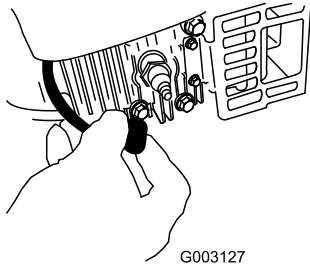

Bild 34
2. Ziehen Sie das Zündkabel von der Zündkerze ab, bevor Sie Wartungsarbeiten ausführen (Bild 34).